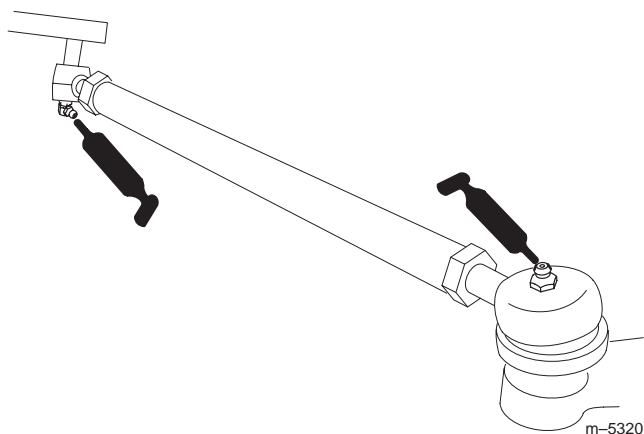
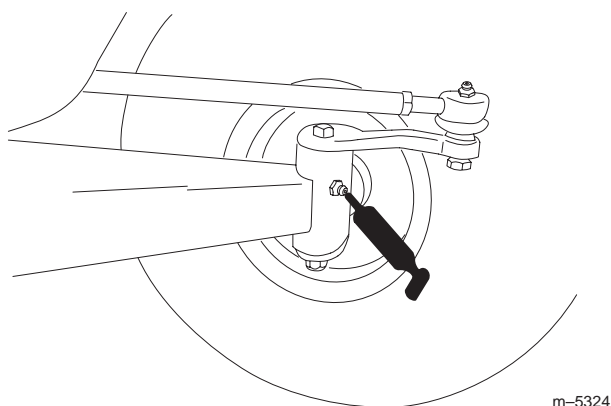

Figure 21
Figure 22
Les graisseurs se trouvent aux extrémités des embouts de biellette de direction (4) (Fig. 21) et aux pivots de fusées d'essieu (2) (Fig. 22).